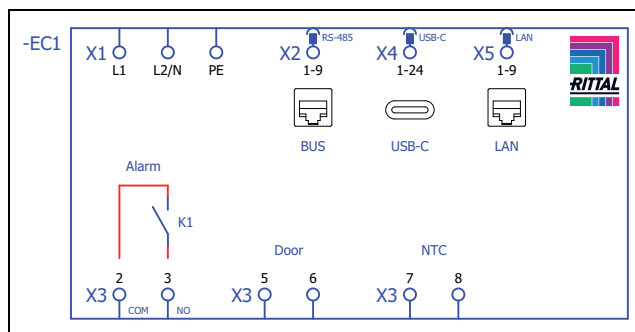
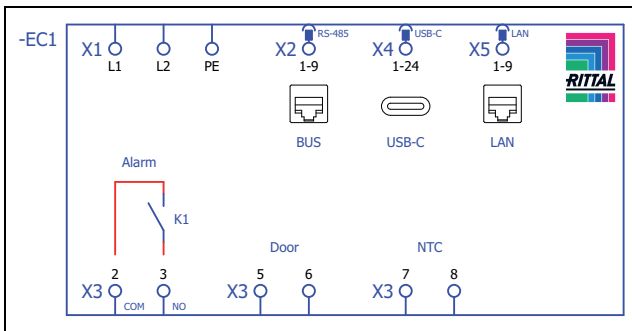

Fig. 45: Schema elettrico per SK 3478800, SK 3478801, SK 3479800, SK 3479801, SK 3480800, SK 3484800
Fig. 46: Schema elettrico per SK 3484840
- Prendere il connettore di rete fornito in dotazione e realizzare il collegamento in base al relativo schema elettrico (fig. 45 oppure fig. 46).